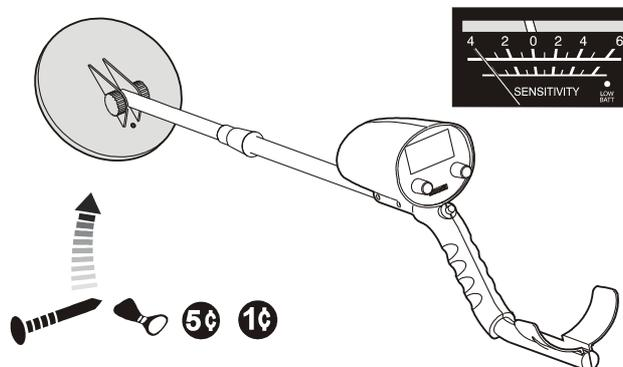

Abb. 14
- Nähern Sie sich mit der Suchspule langsam anderen Metallproben; der Messzeiger schlägt nach links aus und der Ton wird immer leiser. (Abb. 14)